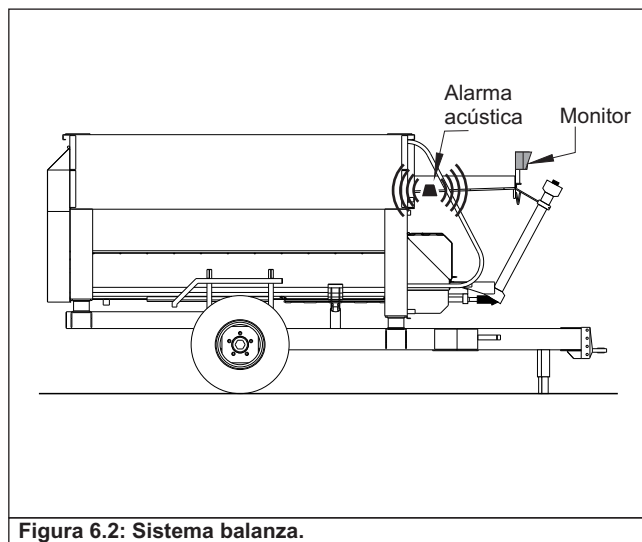

Figura 6.2: Sistema balanza.
6.2.2- El equipo cuenta con un sistema de balanza, que le permite ser metódico en la elaboración de las recetas y su organización. Ver figura 6.2.